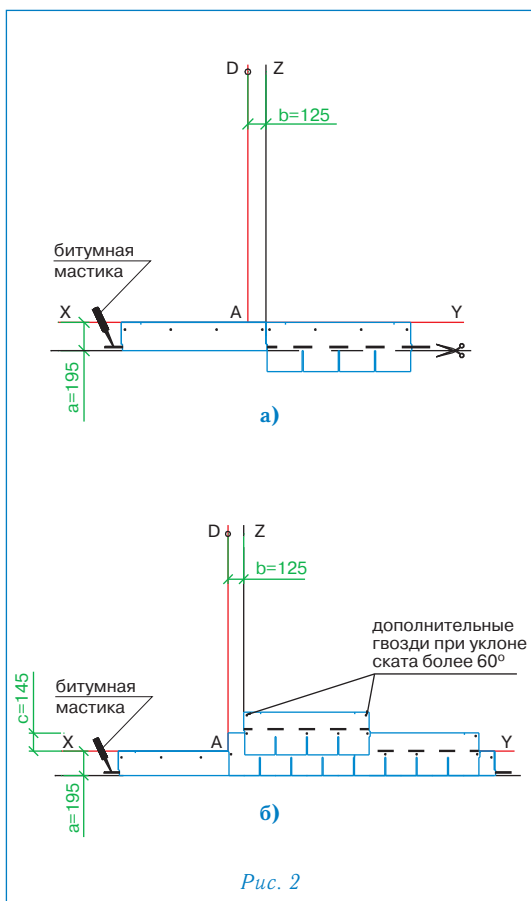

Рис. 2
Укладка материала (рис. 2)
Начальный ряд формируется из листов черепицы СТАНДАРТ обрезанных по линии образованной конечными точками вырезов. Полученные таким образом полосы шириной 19,5 см укладываются по линии карниза в обе стороны от линии Z (рис. 2а) и фиксируются по нижнему краю битумной мастикой, а по верхней кромке 4 гвоздями (ось гвоздей на 5 см ниже верхнего края полосы);
- далее первый ряд черепицы укладывается от линии AD (рис. 2б);
- второй ряд укладывается от линии Z (со смещением 12,5 см от AD) (рис. 2б);